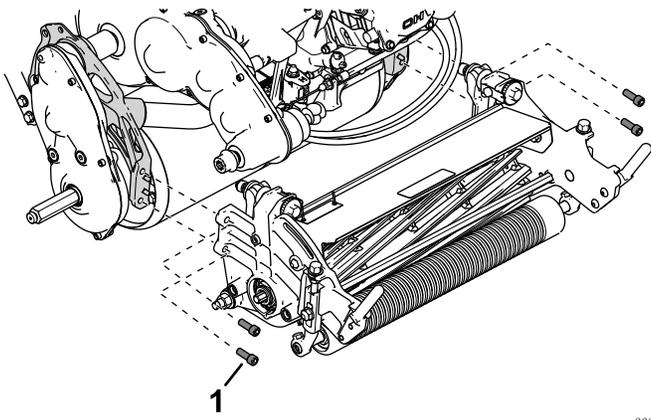

图 45
5. 用 4 个六角头螺丝将滚刀组固定到机架上（图 45）。